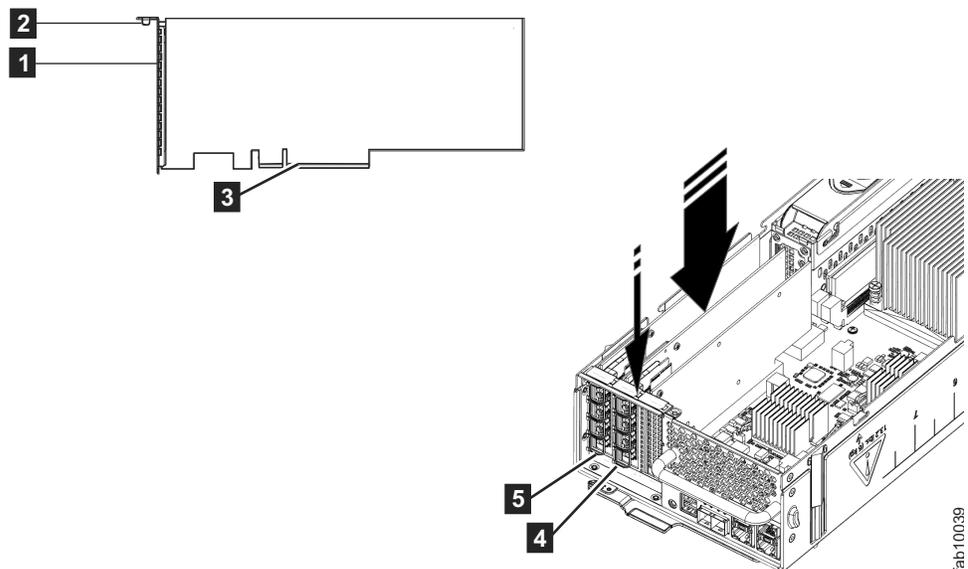

Figura 118. Instalando o adaptador de interface do host
6. Remova a adaptador de interface do host **1** de substituição de seu pacote. Figura 118 na página 397 exibe como instalar o adaptador de interface do host.